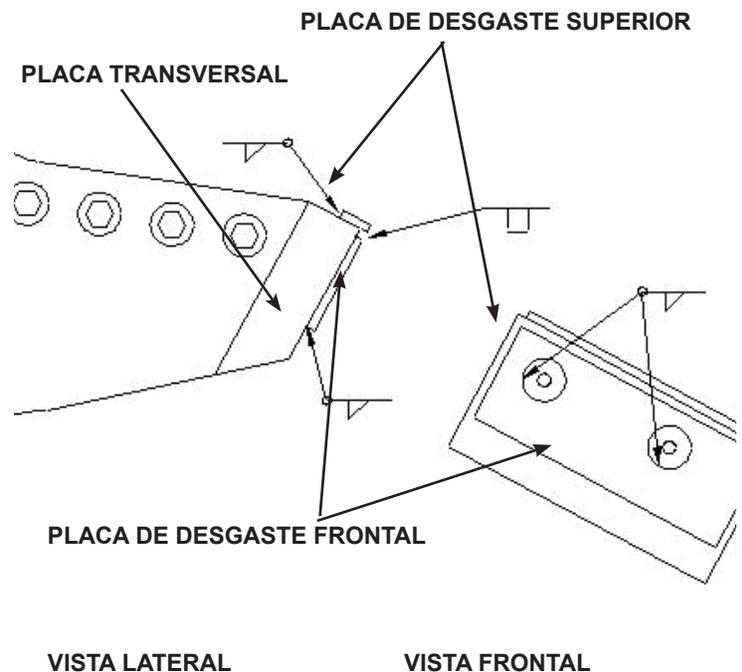

FIGURA 5-35
4. Posicione a nova placa de desgaste frontal de modo a que fique centrada em termos de largura da placa transversal. Os orifícios existentes na placa de desgaste devem estar alinhados com os orifícios existentes na placa frontal. Deve existir uma folga entre a parte superior da placa de desgaste e a parte superior da placa frontal que será preenchida posteriormente com solda (ver a **Figura 5-35**). Fixe a placa de desgaste na posição pretendida e aplique o pré-aquecimento a 200 °C (400 °F). Dê uns pingos de solda no local correto.